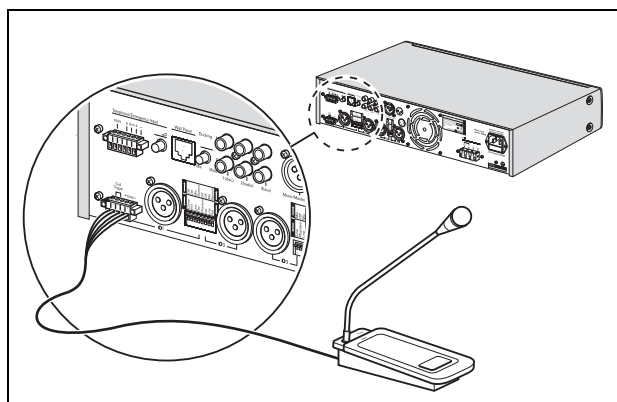

figura 4.3: euro conector con activación
- conector euro con activación. Consulte figura 4.3.